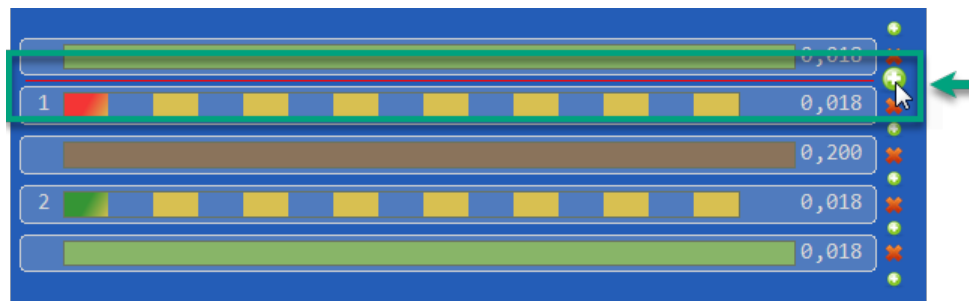

Рис. 9 Выбор положения нового слоя
2. Перейти к интерактивной схеме слоев и выбрать положение для нового слоя (как он будет расположен относительно существующих слоев), см. Рис. 9. Положение добавляемого слоя отображается на интерактивной схеме красной линией.